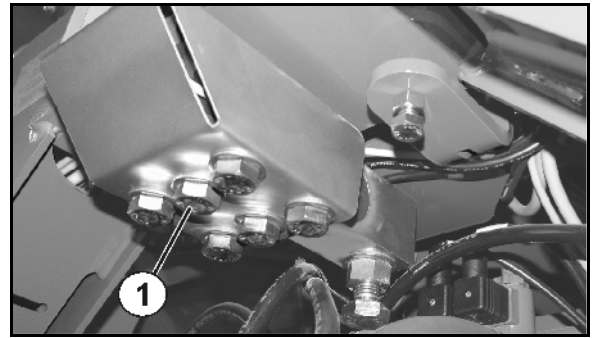

Fig. 53
- 6 Skruvarna till vägningscellen (Fig. 53/1)